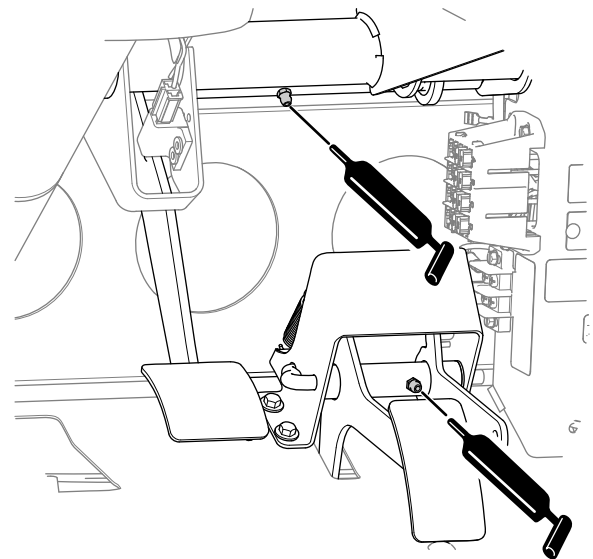

Figure 38
- **Frein (1)** ; voir Figure 38
- **Accélérateur (1)** ; voir Figure 38